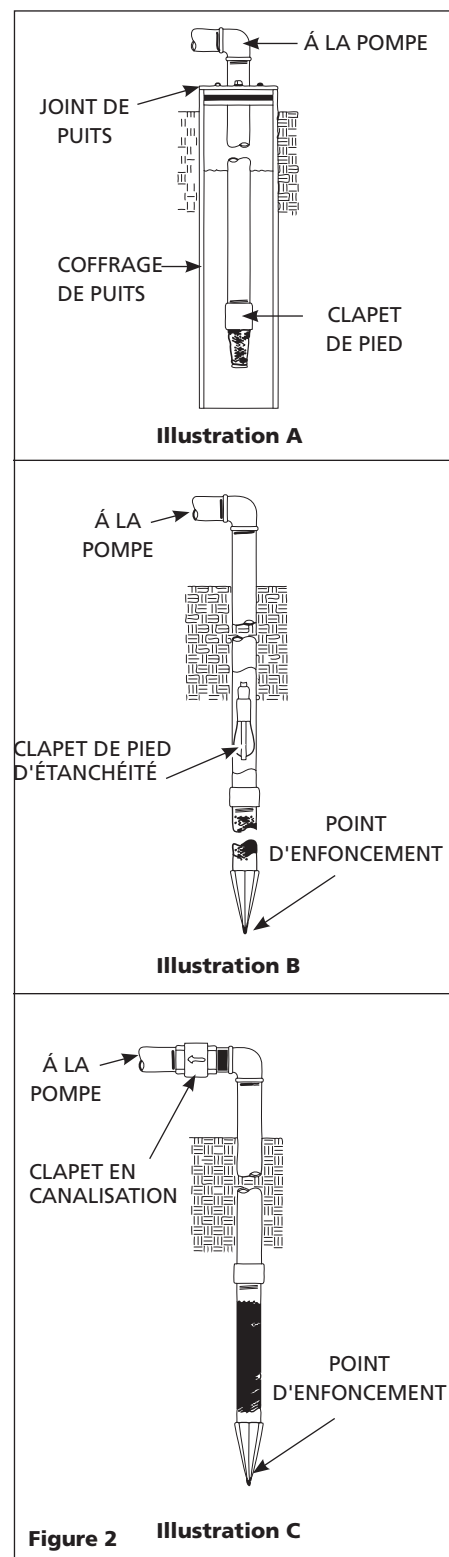

Figure 2
source d'eau (Figure 2).
1. Installer un clapet de pied sur la première section de tuyau (Figure 2, Illustration A).
- REMARQUE:** Un clapet de pied d'étanchéité peut être installé dans le puits (Figure 2, Illustration B). Ce type de clapet de pied permet de remplir la tuyauterie d'eau à l'amorçage et facilite la vérification de fuites sur le tuyau d'entrée. Respectez les instructions du fabricant pendant l'installation du clapet de pied d'étanchéité.
Alternativement, un clapet en canalisation peut être utilisé avec un puits creusé (Figure 2, Illustration C). Le tuyau entre le clapet et le niveau d'eau sera toujours à vide.